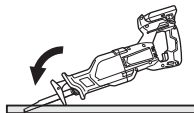

Fig. 23
- (2) Relever lentement la poignée et couper petit à petit avec la lame de scie. (Fig. 23)